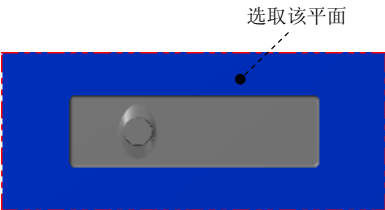

图 7.4 定义参考面
Step1. 绘制矩形边界。单击顶视图按钮，选择 → 命令，系统弹出“边界盒选项”对话框。在“边界盒选项”对话框中单击按钮，选择图 7.4 所示的面，然后单击按钮，回到“边界盒选项”对话框，在区域的文本框中输入 2，在文本框中输入 2。单击按钮，完成矩形边界的绘制，结果如图 7.5 所示。